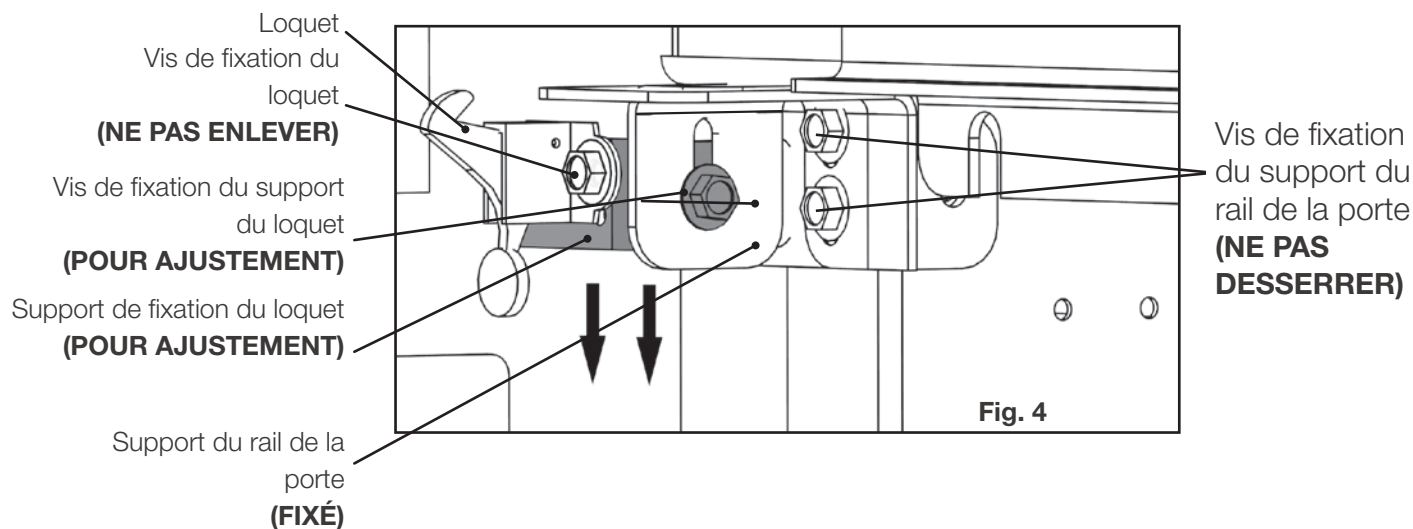

Fig. 4
4. Pour un montage facile, les vis de fixation du bec doivent être situées au bas de leur ouverture. Il peut être nécessaire de desserrer les vis de fixation du loquet et de les glisser jusqu'en bas. Resserrez lâchement les vis de fixation du loquet, en prenant soin de ne pas serrer excessivement (**Fig. 4**). Répétez pour l'autre fin du GGA-1.